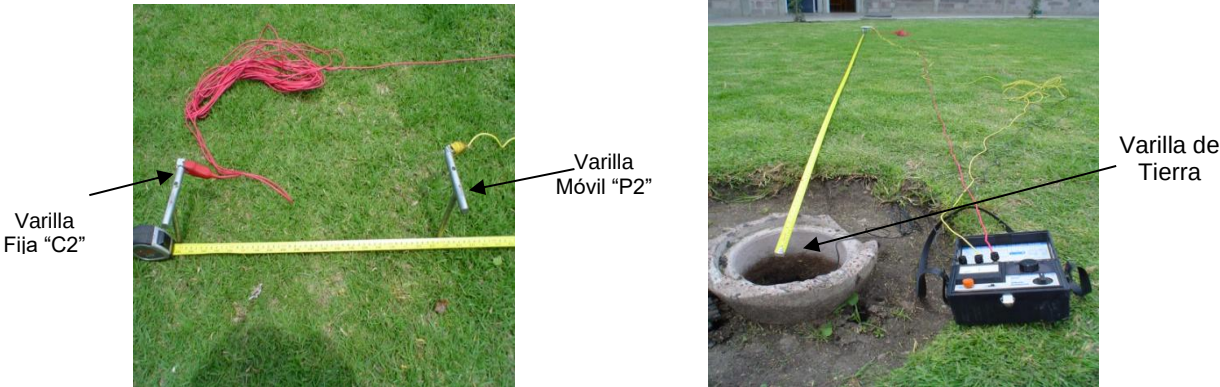

Fig. 03 Distancia entre varillas Conexión de Terminales
- Conectar el cable rojo a la varilla fija C2, el cable amarillo a la varilla móvil P2 y el cable negro a la varilla de la tierra física a medir (ver Fig. 03).